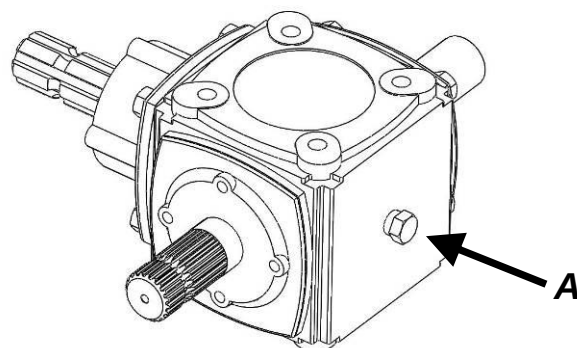

Figure 24
- ☞ La boîte d'engrenage de la turbine (Option entraînement mécanique) [figure 24, A] utilise de l'huile à engrenage A.P.I. GL5 (SAE 80W90) ou de l'huile synthétique (SAE 75W90). Contenance : 1 litre.
Changez l'huile dans la boîte d'engrenage de la soufflerie [figure 24] au début de chaque saison des semis ou d'application. Les changements de température durant la saison morte provoquent de la condensation sur les parois de la boîte d'engrenage, réduisant ainsi l'efficacité de la lubrification.
Pour vidanger l'huile, aspirez-le lubrifiant du carter de la boîte d'engrenage avec une pompe à suction manuelle. Remplir le carter avec de l'huile à engrenage A.P.I. GL5 (SAE 80W90) ou de l'huile synthétique (SAE 75W90) jusqu'à débordement par le bouchon de niveau [figure 24, **A**], environ 1 litre. Vérifiez le niveau d'huile à toutes les 50 heures; remplir au besoin.